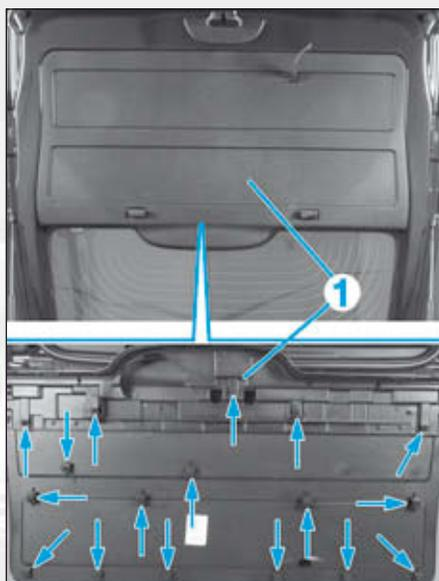

FIG.44
- A l'aide d'un outil plat non tranchant dégrafer la garniture de hayon en (1) (Fig.44).